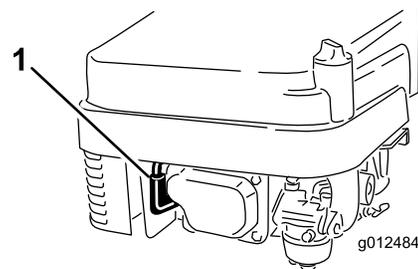

Bild 18
1. Schließen Sie den Zündkerzenstecker an die Zündkerze an (Bild 18).